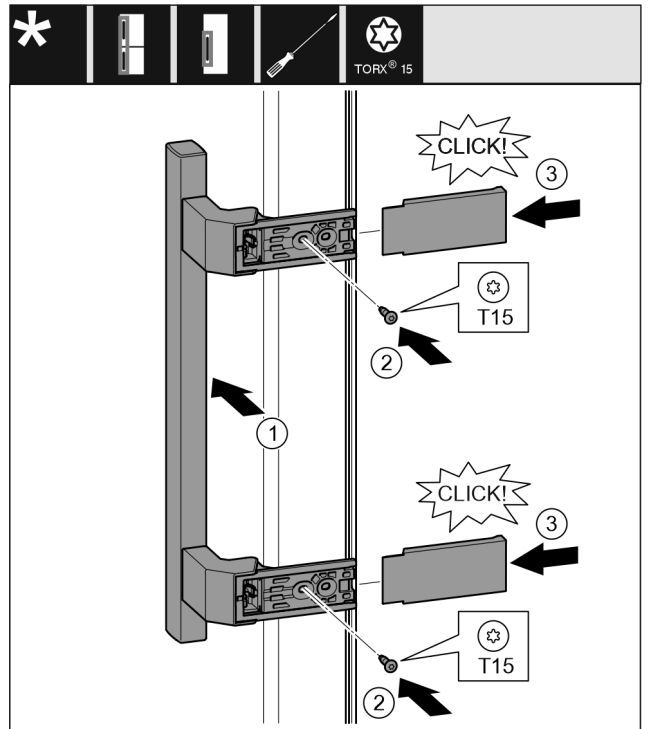

Fig. 17
- ▶ 将把手放到反面。Fig. 17 (1)
- ▶ 用 T15 螺丝刀拧紧螺钉。Fig. 17 (2)
- ▶ 将盖板放置到侧面并插入。Fig. 17 (3)